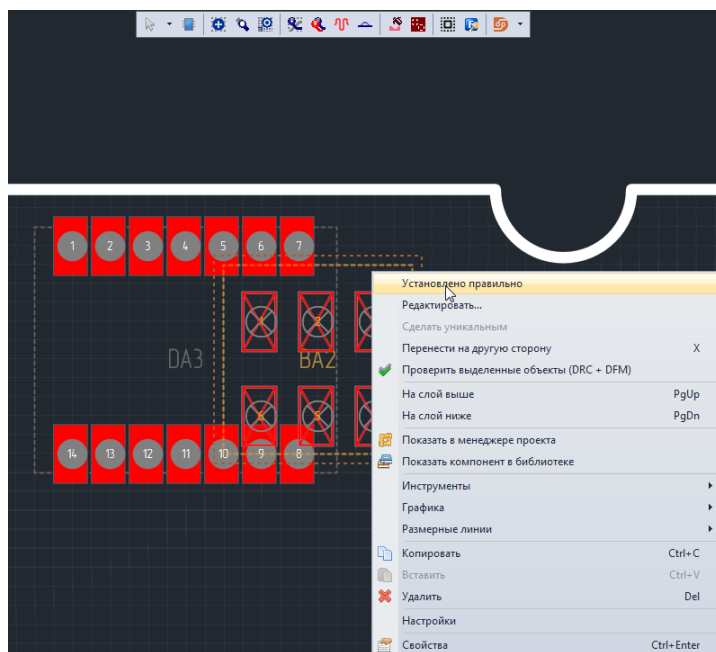

Рис. 116 Установка для объекта отметки, что он установлен правильно
2. Воспользоваться пунктом «Установлено правильно» из контекстного меню, см. Рис. 116.